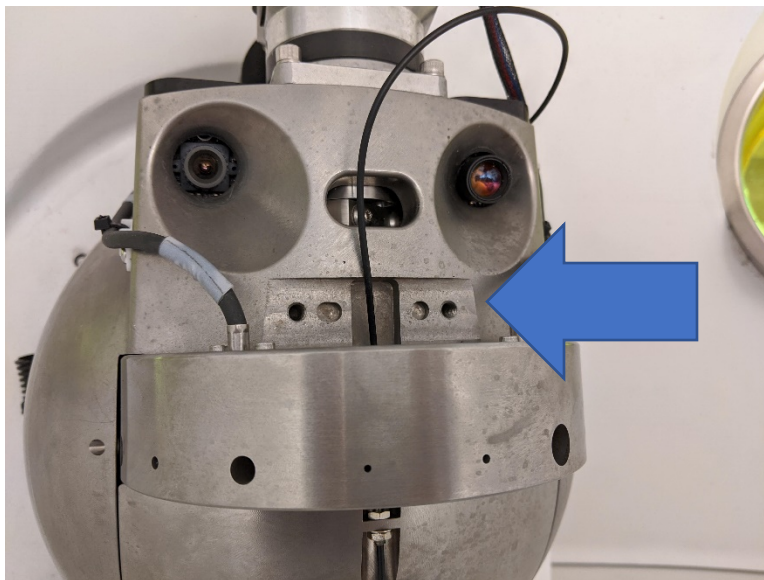
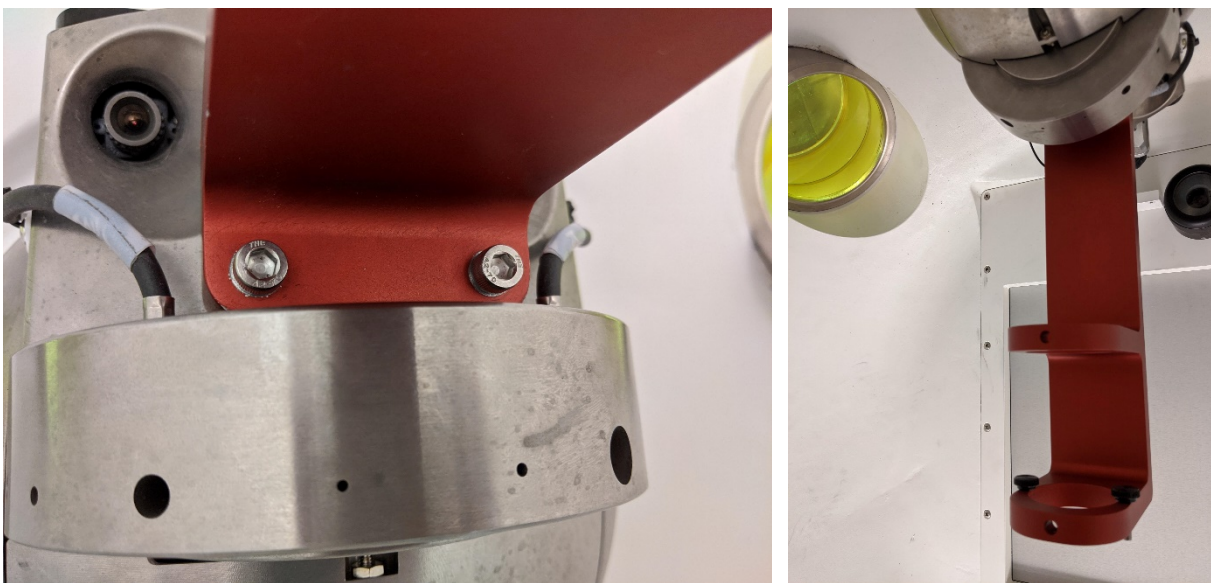

図3-15 Zap-X コリメータとコリメータ筐体の写真。矢印はF 型ブラケットを取り付ける筐体の場所を示す。
図3-16 Zap-X コリメータとF 型ブラケットを取り付けたコリメータ筐体の写真。
5. F 型ブラケットを、コリメータ筐体の取り付け部分に位置合わせしてから 2 個のネジを締めて、Zap-X システムのコリメータに取り付けます（図3-15 および図3-16 を参照）。
5. F 型ブラケットを、コリメータ筐体の取り付け部分に位置合わせしてから 2 個のネジを締めて、Zap-X システムのコリメータに取り付けます (図3-15 および図3-16 を参照)。
4. F 型ブラケットを、コリメータ筐体の取り付け部分に位置合わせしてから 2 個のネジを締めて、Zap-X システムのコリメータに取り付けます (図3-15 および図3-16 を参照)。